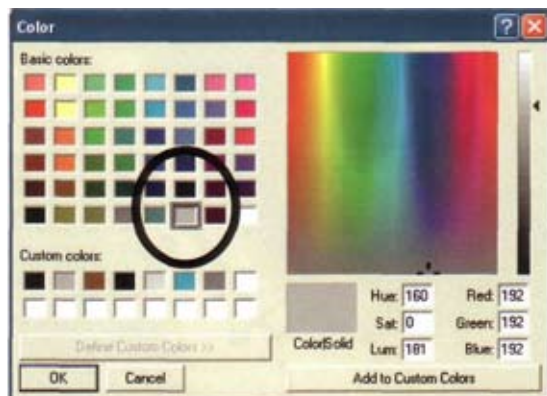

Рис. 73
- Измените диаметр на **7mm** (рис. 73) и нажмите кнопку **Colour** (рис. 73).